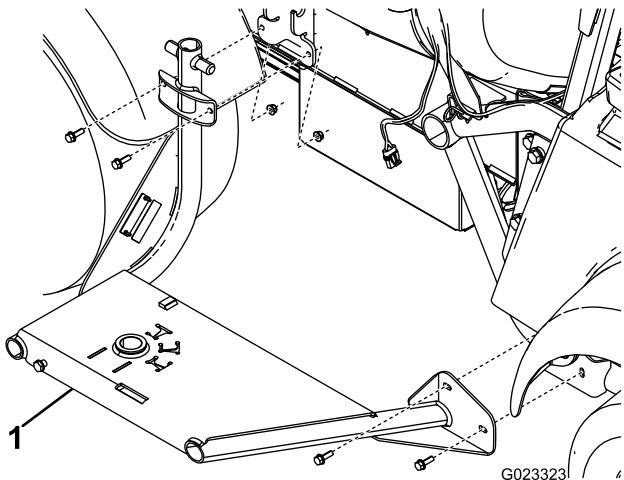

Figura 5
- Monte a estrutura da bobina de tubagem à parte lateral da máquina utilizando 4 parafusos (5/16 pol.) e porcas flangeadas (5/16 pol.) como se mostra em Figura 5.